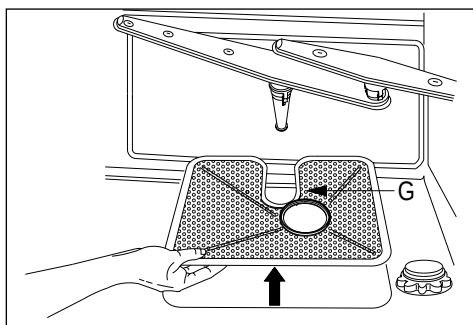

fig. 16d
- Verwijder de grote zeef (G) (zie fig. 16d).